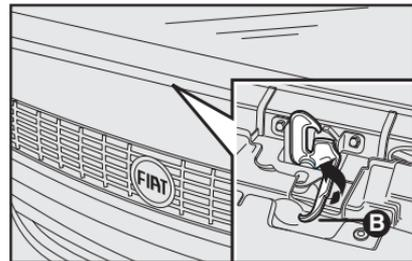

fig. 103
- 2) Tire la traba **A-fig. 103**, ubicada sobre la rejilla frontal, por debajo del capó, como indicado por la flecha.